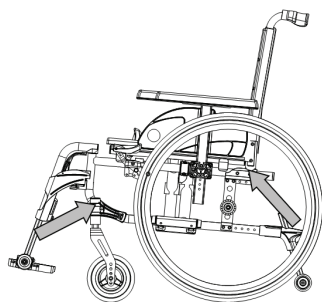
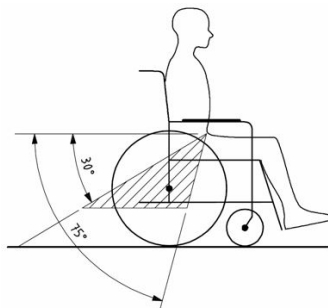

Figura 1
Figura 2
6. Monte las correas de sujeción frontal de acuerdo a las instrucciones del fabricante del sistema de la correa en el lugar indicado (Figura 1). Este lugar está marcado en la silla de ruedas con un símbolo (Figura 2).
9. Monte las correas de sujeción traseras de acuerdo con las instrucciones del fabricante del sistema de correas en el lugar indicado (alrededor del bloque de fijación de la rueda y por encima del casquillo del eje) (figura 1). Este lugar está marcado en la silla de ruedas con un símbolo (figura 2).